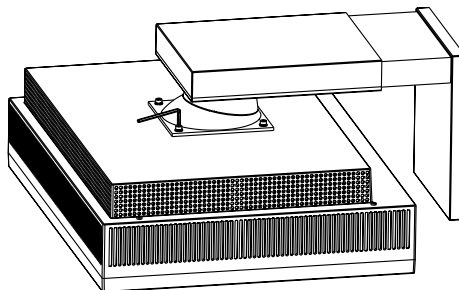

Figure S.2
3. A l'aide de la clé mâle hexagonale, retirez les quatre vis fixant le moniteur au support (**Figure S.2**). Dégagez le support du moniteur. Le moniteur est maintenant prêt pour un montage différent.